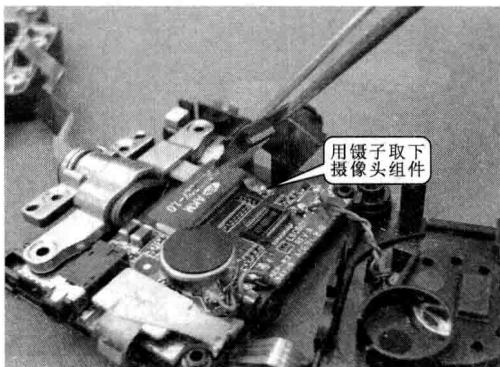

图 1-28 拆卸步骤⑧
步骤⑧ 直接将卡扣撬开即可拆下摄像头组件，如图 1-28 所示。